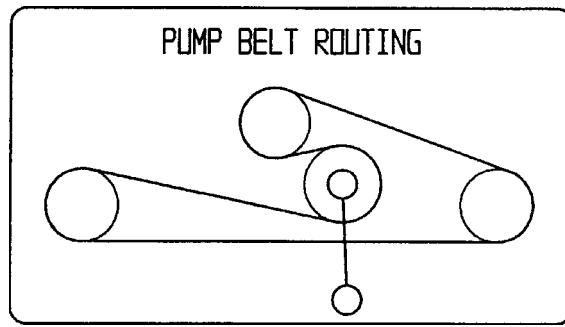

Figura 56
- Tire hacia abajo de la polea tensora tensada con muelle, y retire la correa de tracción de las poleas del motor y de la bomba hidráulica (Figura 56). Retire la correa de entre las poleas.
- Instale la correa nueva alrededor de las poleas del motor y de la bomba hidráulica (Figura 56).
- Tire hacia abajo de la polea tensora y alinéela debajo de la correa de tracción. Libere la presión en la polea tensora tensada con muelle (Figura 56).